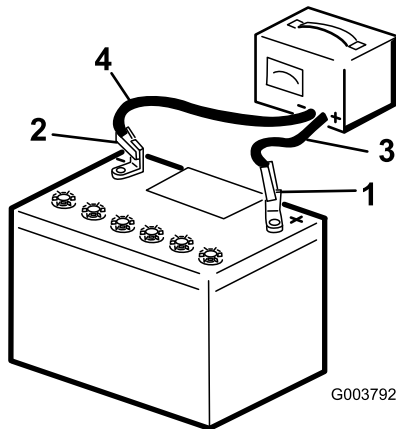

Figura 64
- Cargue la batería durante 4 a 8 horas a un ritmo de 3 a 4 A (Figura 64). No sobrecargue la batería.
- Cuando la batería esté completamente cargada, desconecte el cargador de la toma de electricidad, luego desconecte los cables del cargador de los bornes de la batería (Figura 64).